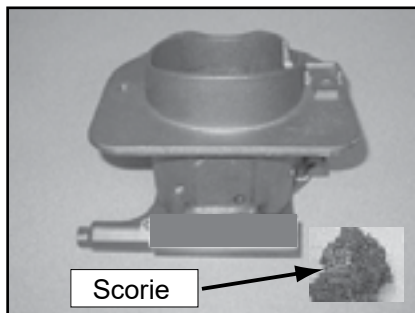

Figure 15.1 – Pot de feu avec gros clinker
- d. Utilisez un outil de nettoyage du creuset pour détacher les matériaux accumulés sur les côtés du creuset de combustion et enlever le mâchefer (**Figure 15.1**).